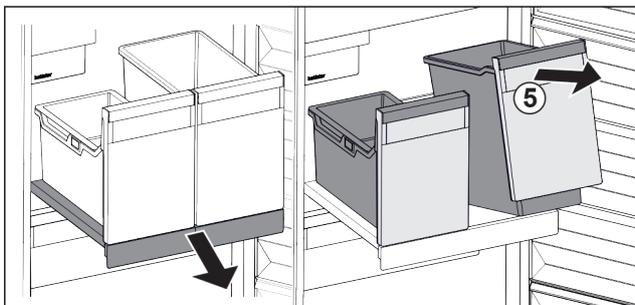

Fig. 99
- ▶ Spremnik Fig. 99 (5) podignite sprijeda.